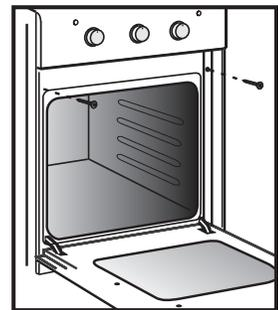

Рис.14
- Духовка устанавливается на дно ниши и закрепляется спереди винтами с шайбами (рис. 14), прилагаемыми в комплекте.